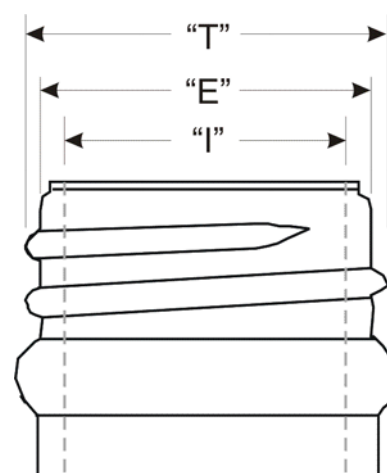

図3: フィニッシュ寸法
- プラグ検査では、軸上の指向性拡散ライトと、回転するビンの上方に取り付けられたテレセントリック光学系の高解像度カメラを使用して画像を取得します。Flex Tビジョン・プラグ検査は、“I”の最小値と最大値のみを検査できます(図3を参照)。コルク栓ボトルで要求されることが多いデュアルステップ・プラグ測定には対応していません。デュアルステップ・プラグ測定を行うには、メカニカル・プラグ/リング・ゲージ・オプションが必要です。
- リング検査では、拡散バック・ライト(ディップ検査で使用するのと同じ光源)と高解像度カメラを使用して画像を取得し、ステーションで回転するビンのフィニッシュの“E”と“T”の寸法(図3を参照)を測定します。